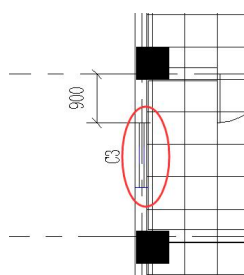

图 7-4 创建 C3
- 双击“项目浏览器”面板“视图”中的“F2”，进入到 F2 视图。选择 1 轴上的门，使用“DE”命令删除。在原先门的位置重新创建窗“C3”（图 7-4）。